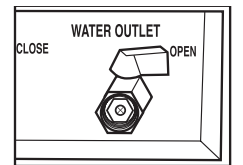

Fig. 2
3. Bien rincer la cuve, puis la vider en ouvrant la valve de vidange ("WATER OUTLET"), accessible lorsque le panneau de porte à l'avant de l'appareil est ouvert (Fig. 2)